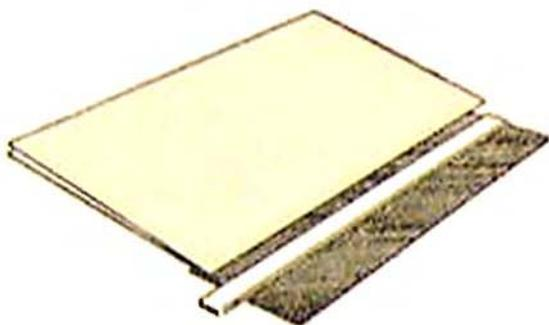

Рис. 82 Наращивание корешка у тетради
8. Часто встречаются документы, смонтированные в виде тетрадей. Если в них текст близко подходит к сгибу и есть опасность, что он будет зашифт, производят наращивание корешка тетрадей (рис. 82). Для этого берут